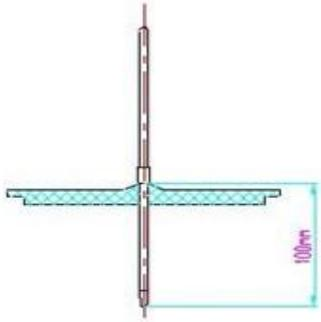

图 2
- 1、将上开门上的温度计插孔密封螺钉取下，按照图2规定的温度计插入尺寸。